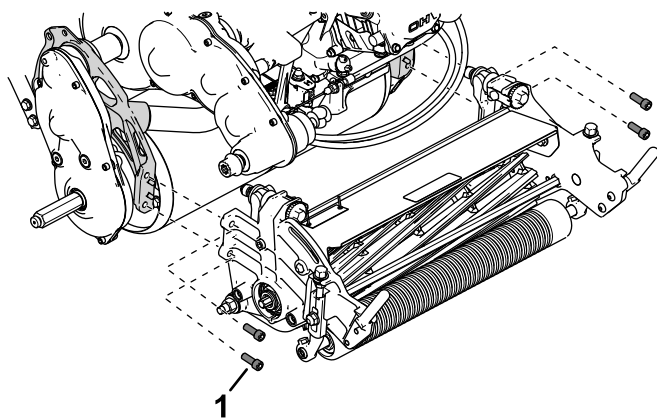

Рисунок 45
5. Используйте 4 винта с внутренними шестигранниками для крепления режущего блока к раме (Рисунок 45).